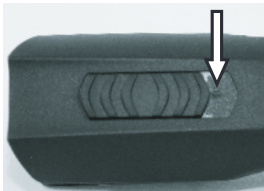

Fig. 4 Interrupteur position arrêté (« 0 »)
1. Examinez les contacts de la tondeuse (1) et de la batterie (2) sur des corps étrangers et des saletés.
2. Assurez-vous que l'interrupteur de la tondeuse est en position arrêt (« 0 ») (fig.4).
1. Mettez l'interrupteur à la position arrêt « 0 » (fig. 4).
2. Appuyez le verrouillage de la batterie (2) des deux côtés vers l'intérieur et enlevez la batterie (1) de la tondeuse.